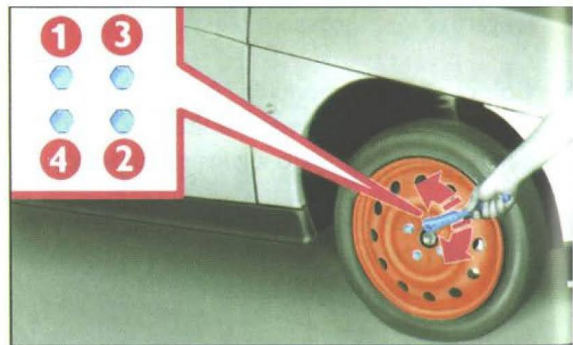

fig. 4
- 10) Apertar a fundo os parafusos, passando alternativamente de um parafuso ao outro diametralmente oposto, de acordo com a ordem ilustrada na **fig. 4**.